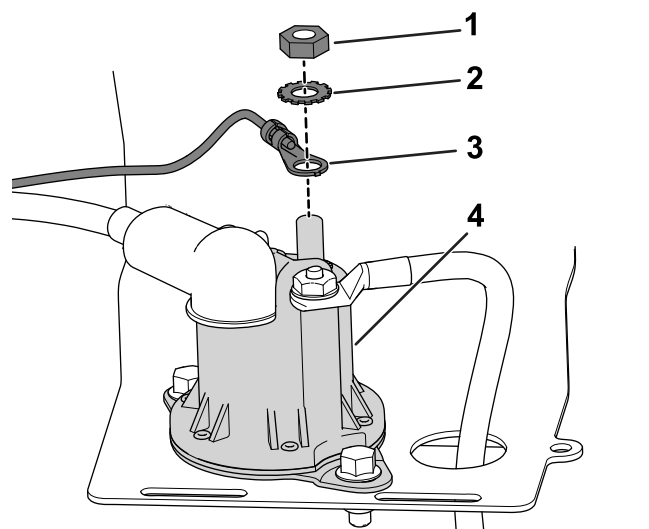

Figure 5
2. Utilisez l'écrou et la rondelle-frein du solénoïde pour fixer la cosse en anneau au solénoïde (Figure 5).